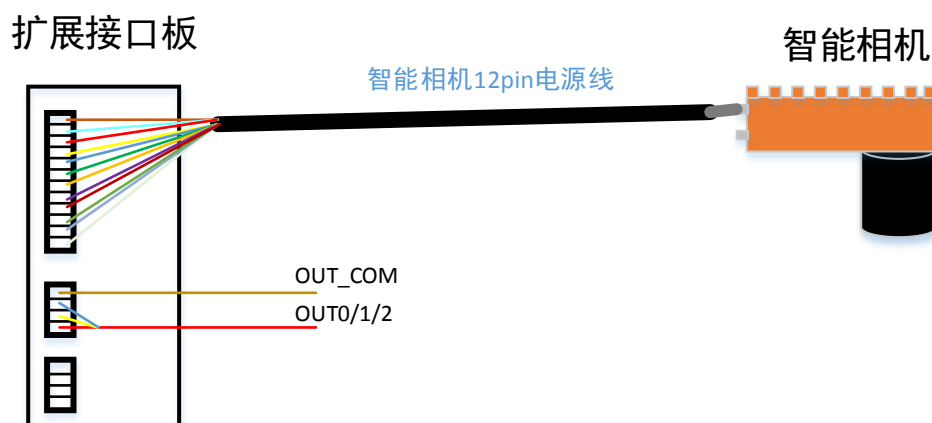

图6-6 I/O 输出接线
- I/O 接口的输出为开路输出：（接入电压 5~30V，电流不能超过 200mA，如图 6-6 所示）。